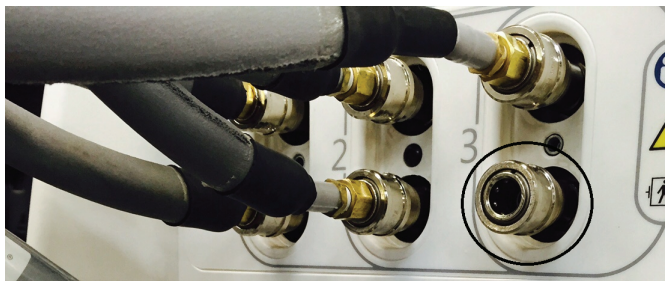

Figura 6-29: Tubo scollegato
5. Scollegare il tubo inferiore dalla porta destra inferiore (Figura 6-29 a pagina 6-47).